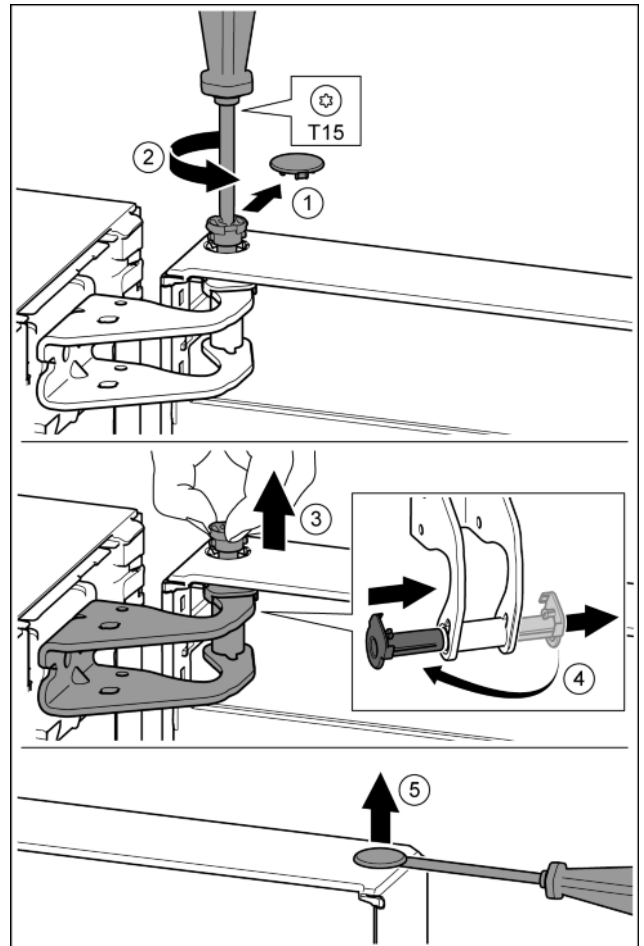

Fig. 10
- Veiligheidsafdekking voorzichtig eraf trekken. Fig. 10 (1)
- Bout met schroevendraaier T15 een stukje eruit draaien. Fig. 10 (2)
- De deur vasthouden en de bout met de vingers eruit trekken. Fig. 10 (3)
- Lagerbussen uit de geleiding trekken. Op de andere kant aanbrengen en vastklikken. Fig. 10 (4)
- Stop voorzichtig met een sleufschroevendraaier uit de lagerbus van de deur optillen en eruit trekken. Fig. 10 (5)